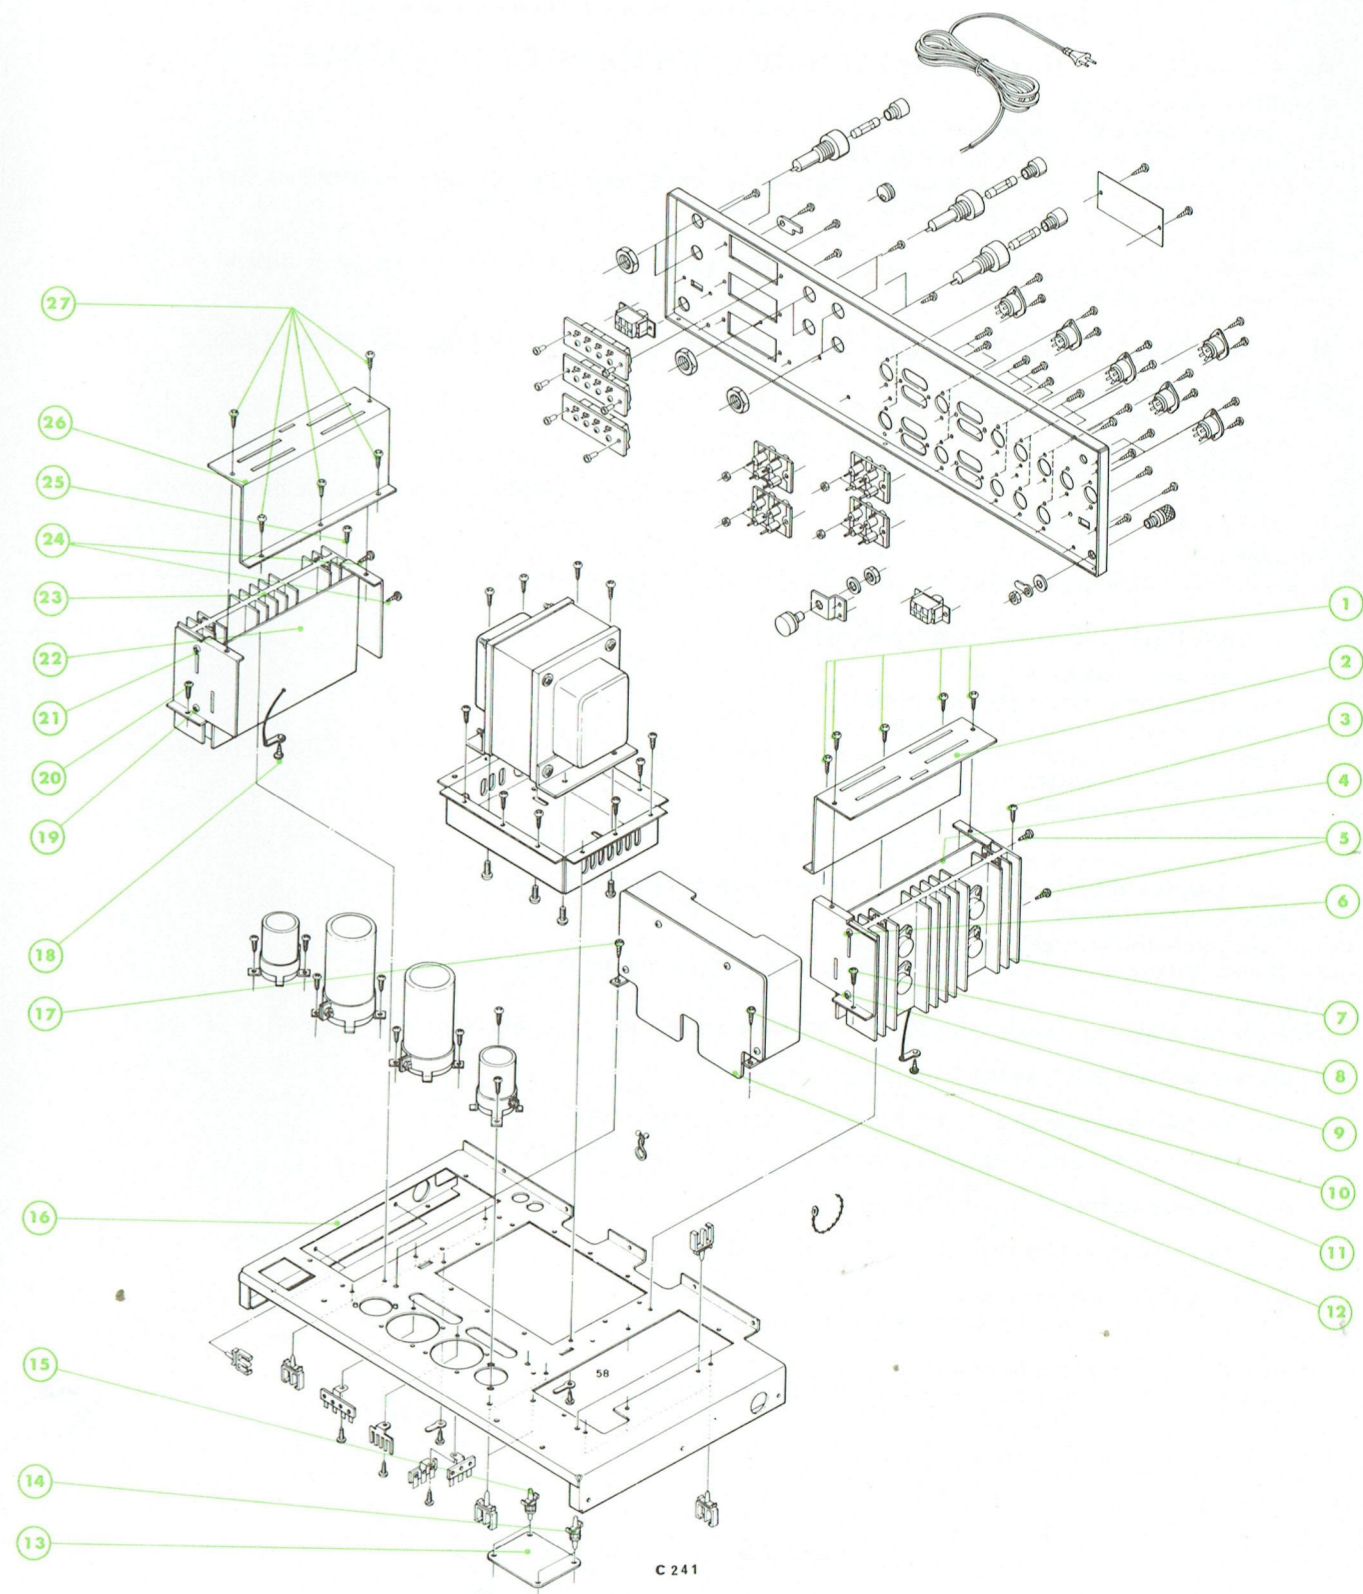

Fig. 3
- 2° - Serrer à l'aide d'une pince les supports plastique (11), (12) et (17), et dégager le circuit imprimé « DECODEUR CD4 » (15).
- 3° - Serrer les supports plastique (48), (50) et (51), et dégager le circuit imprimé « DECODEUR SQ-RM » (49).
**G — ACCES AU CIRCUIT IMPRIME « ALIMENTATION » COTES ELEMENTS ET CUIVRE (Fig. 3)**
- 2° - Enlever les vis (11) et (17).
- 3° - Dégager le circuit imprimé (12) du châssis (16).
**H — ACCES AUX CIRCUITS IMPRIMES « AMPLIFICATEURS DE PUISSANCE » COTES ELEMENTS ET CUIVRE (Fig. 3)**
- 2° - Enlever les vis (27) pour accéder à l'amplificateur de puissance voies gauche (22) et (1) pour accéder à l'amplificateur de puissance voies droite (4).
- 3° - Enlever les caches métalliques (26) et (2).
- 4° - Dévisser les vis (20) et (25) ou (3) et (8) selon l'amplificateur de puissance à démonter.
- 5° - Dévisser les cosses de masse (18) et (10).
- 2° - Enlever les vis (19), (21) et (24) pour accéder au côté cuivre de l'amplificateur voies gauche (22) et (5), (6) et (9) pour accéder au côté cuivre de l'amplificateur voies droite (4).
- 3° - Séparer les circuits imprimés (22) ou (4) selon le cas des radiateurs (23) ou (7).
**I — ACCES AU CIRCUIT IMPRIME « PREAMPLIFICATEUR MICRO » COTE CUIVRE (Fig. 3)**
- 2° - Serrer à l'aide d'une pince les supports plastique (14) et (15).
- 3° - Retirer le circuit imprimé (13).